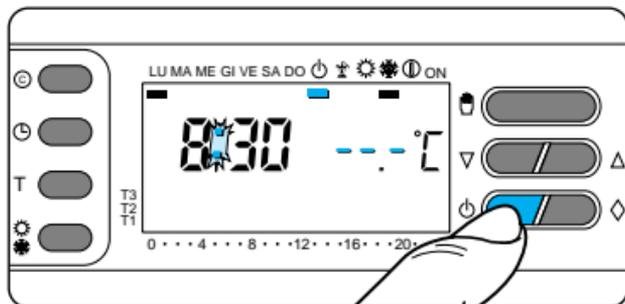

Fig. 67
*El segmento activo bajo ⏻ confirma la desvinculación de THERMOPROGRAM del control del equipo, y desaparece el gráfico del programa (fig. 67).*